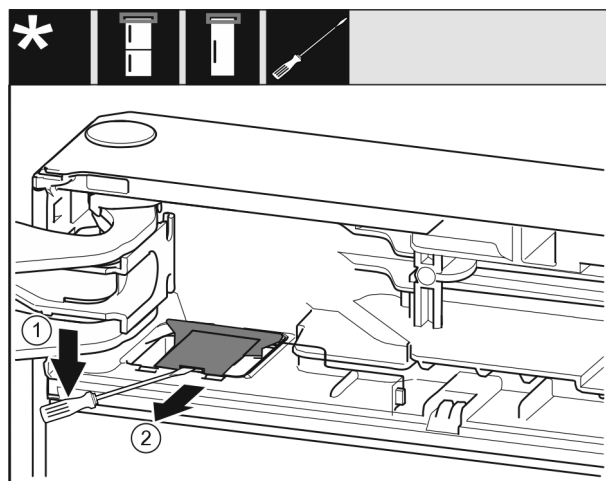

Fig. 10
► Met een sleufschroevendraaier de afdekking losmaken en optillen. Fig. 10 (1)
► Afdekking eruit nemen. Fig. 10 (2)